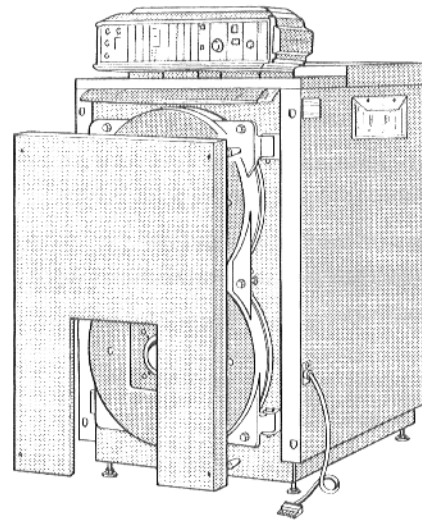

Fig. 17
Après la mise en service, fixer le panneau de façade en introduisant ses 4 goupilles en aluminium dans les fentes des rebords de façade des panneaux latéraux (fig. 17).
- Fixer le panneau de façade en introduisant ses 4 goupilles en aluminium dans les fentes des rebords de façade des panneaux latéraux, puis exercer une pression sur le panneau de façade (fig. 17).